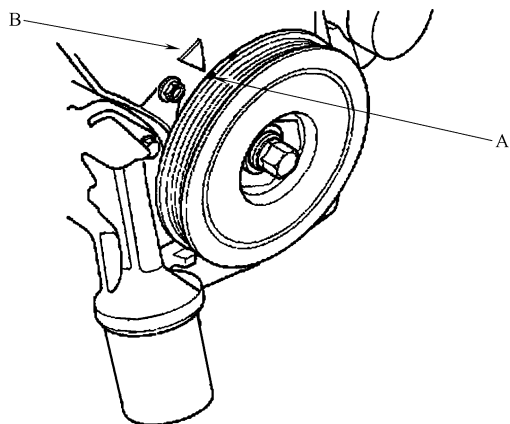

图 23-71 白色标记 A 对准指针 B
- 1) 转动曲轴, 使白色标记 A 对准指针 B, 如图 23-71 所示。